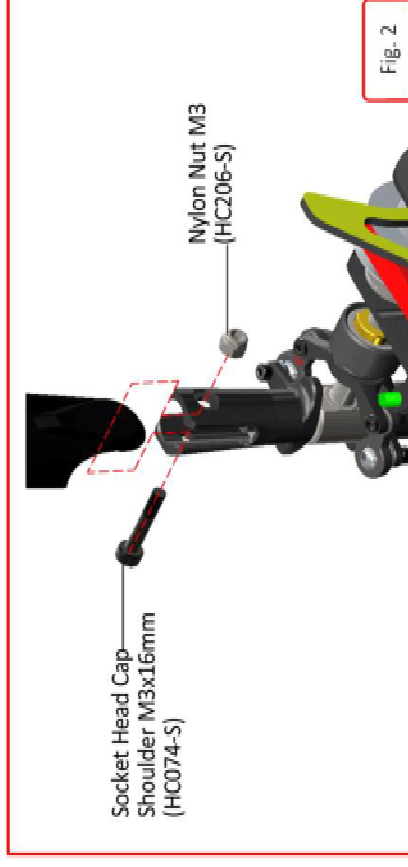

Fig. 2
- ⇒ Setzen Sie die Gummitüllen HA021-S in die entsprechenden Bohrungen ein (**Figure 1**) und stecken Sie anschließend die Schnellverschlüsse (Quick Knobs) ein (**Figure 2**)